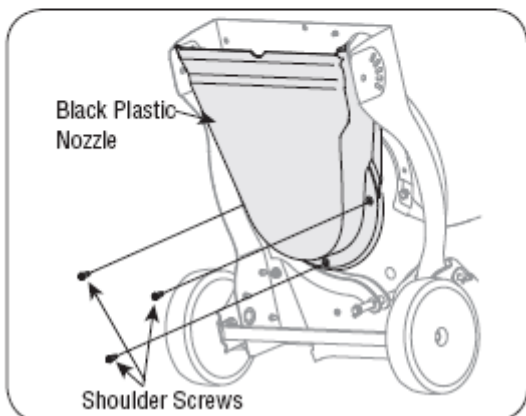

Figure 25
7. Осторожно наклоните машину, чтобы обеспечить доступ к месту крепления насадки и рабочему колесу. Снимите три ступенчатых болта, крепящих корпус измельчителя (смотри рисунок 25).